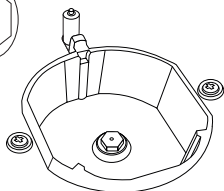

Figura 11
2. Elimine la boquilla (Figura -11) del quemador con una herramienta especial e instale una nueva boquilla (Figura -12)